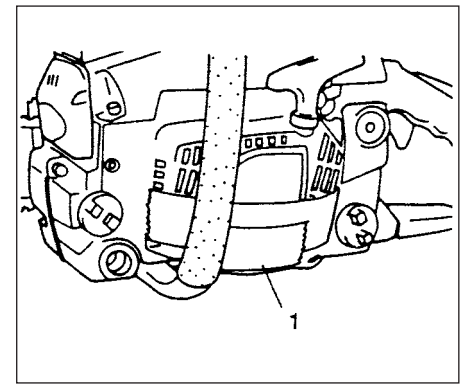

Fig.3-12B
Se si usa l'attrezzo quando fa molto freddo, è consigliabile coprire le fessure presenti sulla parte dell'avvitatore autoavvolgente con del nastro adesivo (1) in modo che la polvere gelata non possa penetrare nel vano della ventola. (Fig. 3-12B)